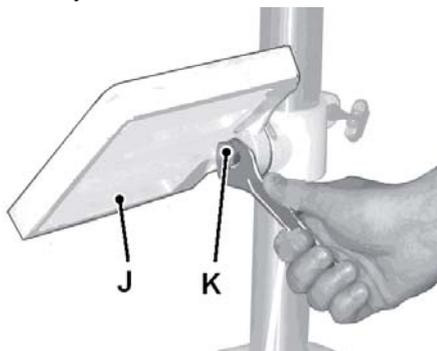

Рис. 3
- Ослабьте шестигранный винт (К, рис. 3), чтобы повернуть стол.